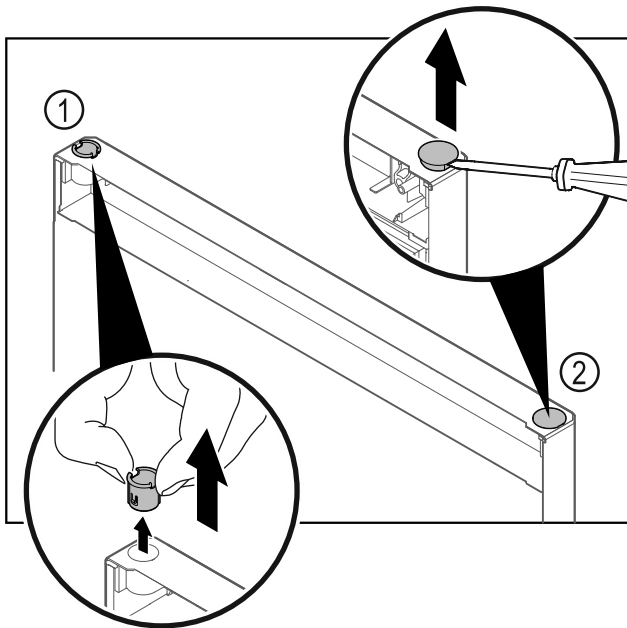

Fig. 18 Kühlteiltür
- ▶ Scharnierbuchse Fig. 18 (1) mit den Fingern herausziehen.
- ▶ Abdeckstopfen Fig. 18 (2) vorsichtig mit einem Schlitzschraubendreher anheben und herausziehen.